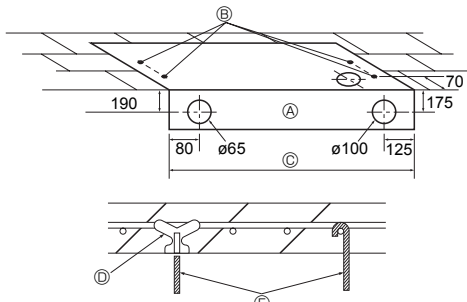

Fig. 3-3
3.2.2. กำหนดตำแหน่งที่จะติดตั้งสลักเกลียวสำหรับแขวนและท่อระบายน้ำ (Fig. 3-3) ใช้แบบแปลนกระดาษที่จัดมาให้ เลือกตำแหน่งที่เหมาะสมสำหรับสลักเกลียวสำหรับแขวนและท่อระบายน้ำ จากนั้น จึงเจาะรูที่ต้องใช้ตามแบบ